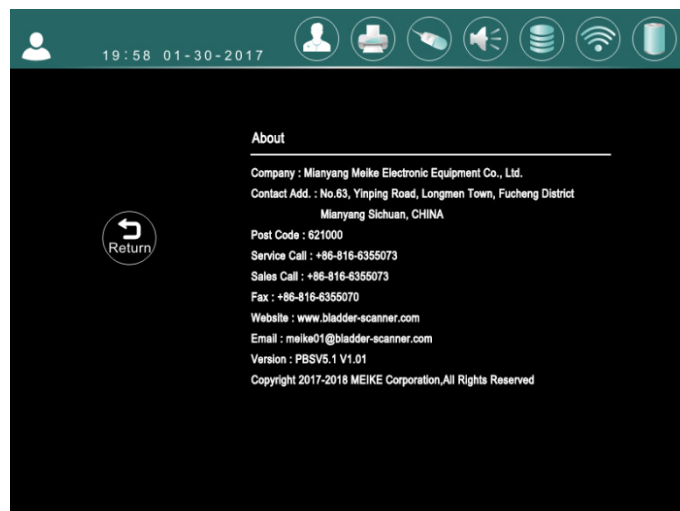

Bild 7-35 Utrustningsinformations Interface
b. Tryck på knappen  eller tryck på  för att öppna visningsläge för information, som visas i Bild 7-35.